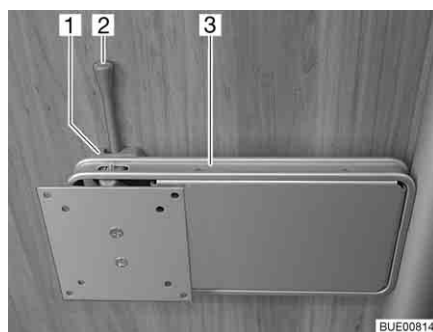

Fig. 103 Support sur colonne
- Pousser le levier de déverrouillage (Fig. 103,2) sur le côté et pivoter le support (Fig. 103,3) et l'écran plat pour les amener en position souhaitée.
- Pivoter l'écran plat en sens inverse, jusqu'à ce que le support (Fig. 103,3) s'enclenche dans le verrouillage (Fig. 103,1).